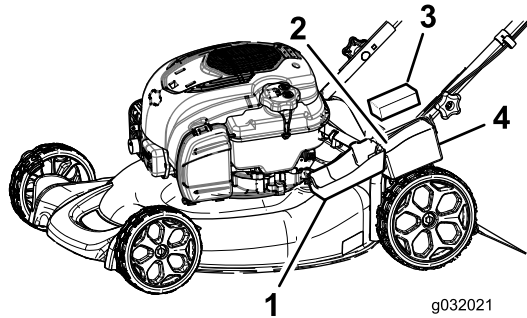

Figure 29
1. Déclipsez le couvercle de la batterie et déposez-le (Figure 29).